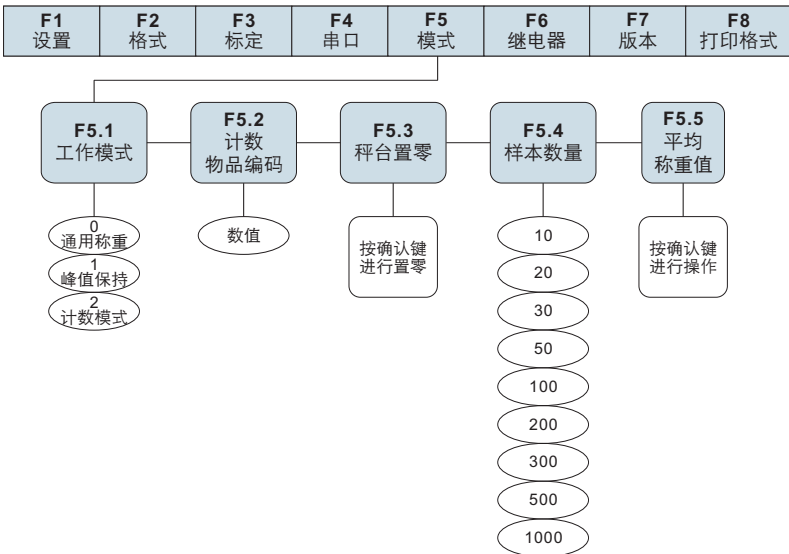

图11.1 计数物品均重设置菜单结构
- 2) 按 \blacktriangleright 键，直至显示屏显示"F5"（见图11.1）。再按 \blacktriangledown 键，进入二级菜单，显示屏显示"F5.1"。按 \blacktriangledown 键进入，将F5.1设置为计数模式，即F5.1=2。完成后，按 \bigcirc 键保存，进入下一个菜单，显示屏显示"F5.2"。